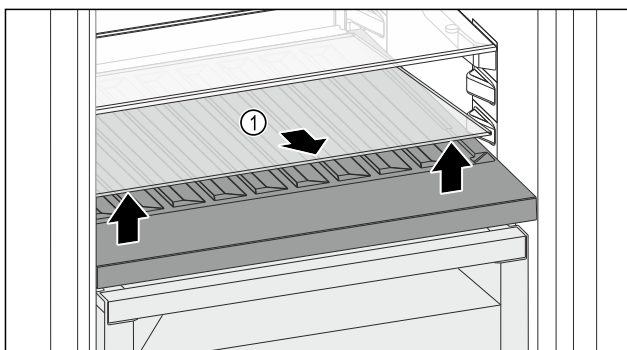

Fig. 112
- Glasplatte Fig. 112 (1) an der Aussparung vorne anheben und herausnehmen.
- Glasplatte Fig. 112 (1) außerhalb des Geräts sicher aufbewahren.